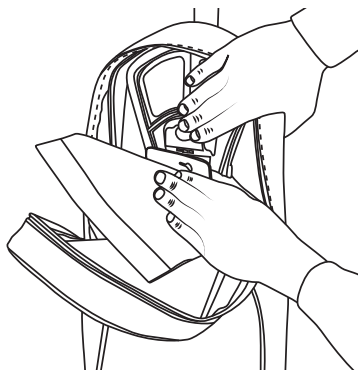

Fig. 9
2. Retire la bolsa usada presionando la lengüeta del soporte de la bolsa y sacando la bolsa de la aspiradora (Fig. 9). Deseche la bolsa usada.